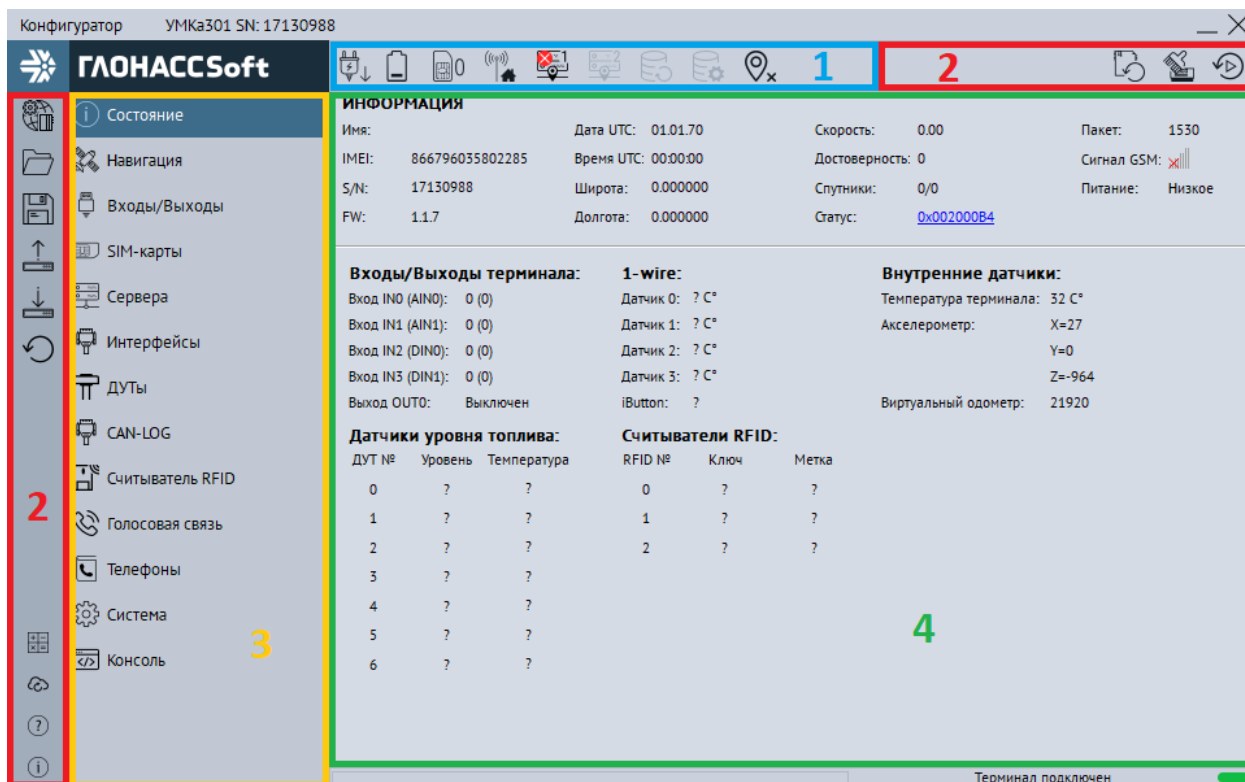

Рисунок 3.8 Стартовое окно «Состояние»
Для запуска приложения, перейдите в «Пуск» → «Все программы» → «Конфигуратор УМКаЗХХ». Откроется стартовое окно конфигуратора (Рисунок 3.8 ), которое условно можно разделить на четыре зоны: Панель статуса (1), панели инструментов (2), дерево настроек (3) и окно отображения информации (4).
Для просмотра и редактирования настроек терминала воспользуйтесь вкладками настроек (Рисунок 3.8 ). При нажатии на вкладку в окне отображения информации можно посмотреть соответствующие значения и настройки и отредактировать их.
На вкладке «Состояние» (Рисунок 3.8 ) отображается общая информация о терминале, состояние входов/выходов терминала, внутренних и внешних датчиков.